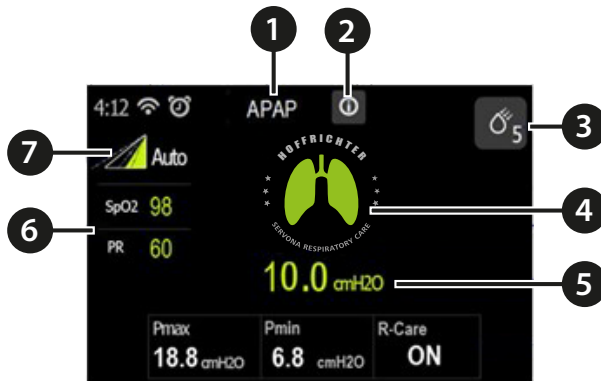

Abbildung 13: Therapiebildschirm für Patienten
3. Drücken Sie die Taste „Therapie Ein/Aus“ oben auf dem Gerät, um die Therapie einzuschalten bzw. zu starten. Auf dem Bildschirm wird die Therapie-Benutzeroberfläche für Patienten angezeigt (Abbildung 13 auf Seite 39).
Beim Starten der Therapie wird der Therapiebildschirm für Patienten mit der Anzeige der Therapieparameter während der Therapie angezeigt (Siehe Abbildung 13). Die angezeigten Parameter hängen vom aktuellen Therapiemodus ab.